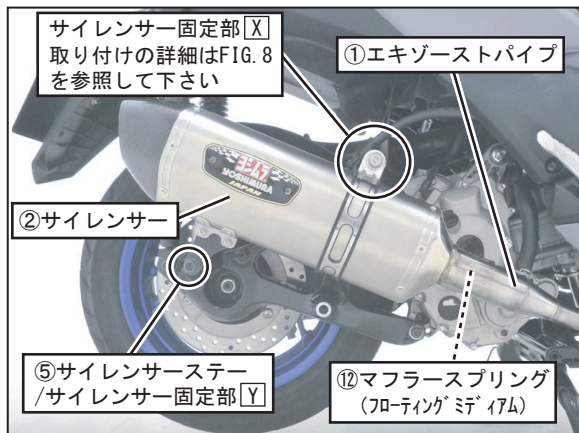

FIG. 6
6. ②サイレンサーを①エキゾーストパイプに取り付け、⑤サイレンサーステーを純正ボルトを使用してサイレンサー固定部[Y]に仮締めして下さい。
次に、⑫マフラスプリング（フローティングミディアム）をスプリング取付工具を使用して取り付けして下さい。（FIG. 6, 7 参照）
（FIG. 6, 8 参照）